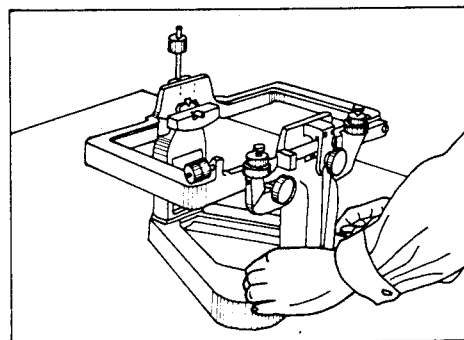
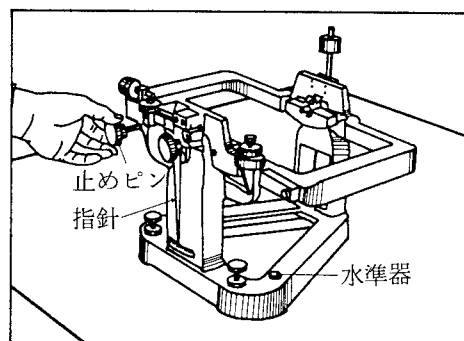

図1-11 本体の水平の調整
図1-12 止めピンを抜いて天秤のバランスを調べる
- (1) バランス台の水平調整をする。
- 水平調整用のねじを回して、水準器の気泡がその穴の中央にくるように、本体を水平に調整する(図1-11)。
- (2) 天秤のバランスをとる。
- ① 止めピンを抜いて、天秤のバランスがとれているかどうか、バランス誤差指針により調べる(図1-12)。バランスがとれている場合は、その指針が目盛の「0」の位置に静止する。反対にバランスがとれていない場合は、指針が「0」の位置よりずれて左右いずれかの方向に変位する。